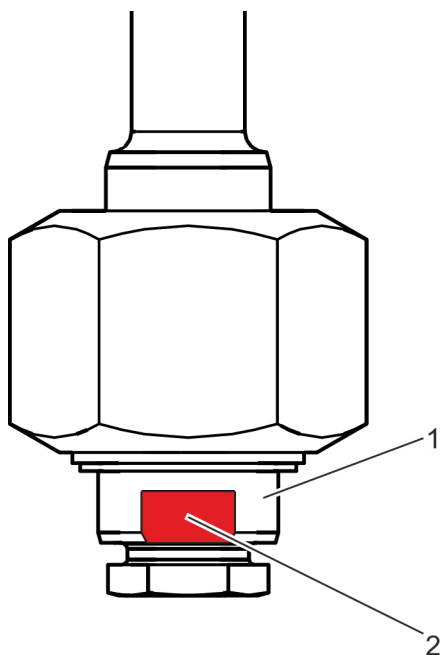

Fig. 19: Maintien du corps de vanne
11. ➤ Maintenir les surfaces de clé (Fig. 19/2) à l'extrémité inférieure du corps de vanne (Fig. 19/1) à l'aide d'une clé de 30.